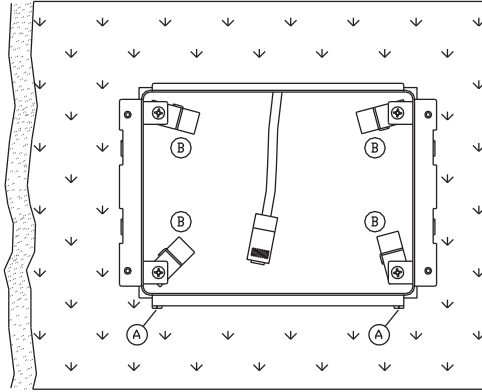

Figure 2
- a) Insérer le support dans l'ouverture en mettant les pattes de retenue « A » en bas et les agrafes « B » vers l'intérieur (figure 2).